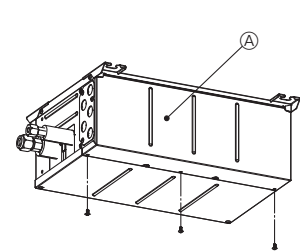

Fig. 8-1
(1) Retirez le capot électrique. (Fig. 8-1)
(2) Retirez le capot de la tuyauterie.
(3) Passez le câblage dans le boîtier de dérivation via la plaque de tuyauterie et attachez-le à l'aide de la plaque de tuyauterie. (Reportez-vous à 8.1.)